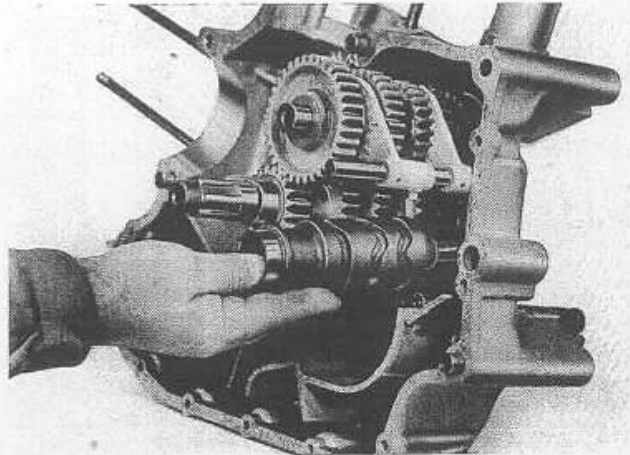

Fig. 71
**MONTAGGIO DEL TAMBURO CAMBIO** (vedi fig. 71).
**FITTING THE GEAR DRUM** (see fig. 71).